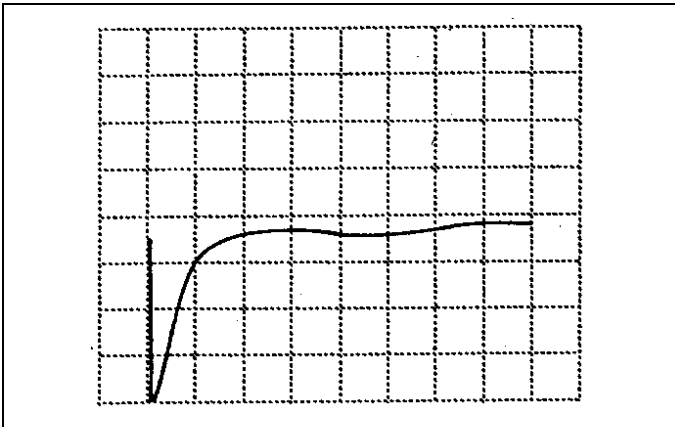

Fig. 9.1
- Versuchsdurchführungen mit Oszilloskop (Fig. 7): Betriebsartschalter (3.1) auf  $\infty$  stellen: Die Beschleunigungsspannung  $U_2$  wird automatisch mit einem Sägezahnverlauf auf jeweils maximal 30 V bzw. 80 V gefahren. Auf dem Bildschirm läßt sich ein Verlauf gemäß Fig. 9.1 beobachten
- Experiments with oscilloscope (Fig. 7): Set mode switch (3.1) to  $\infty$ : The acceleration voltage  $U_2$  is automatically run up to 30 V resp. 80 V in a sawtooth signal. On the oscilloscope screen, you can observe a curve like the one shown in Fig. 9.1.